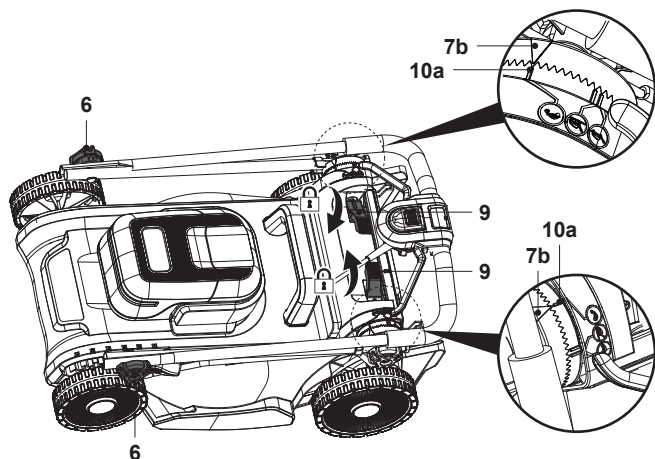

Fig. 24
8. Pentru a economisi spațiu, pliază mânerul superior, strânge conexiunile (6, 9) și asigură-te că triunghiul indicator (7b) este aliniat cu indicatorul de parcare (10a) pentru a evita extinderea (fig. 24).